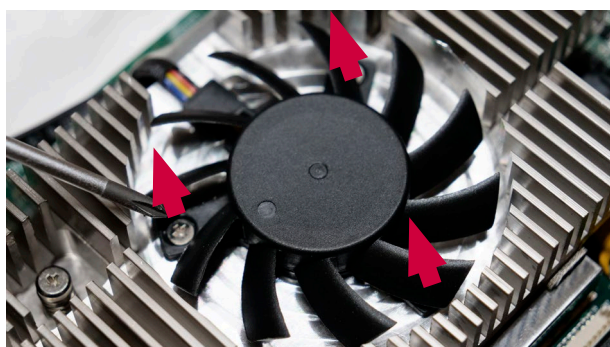

Bild 24 Ta bort skruvarna från fläkten
b) Lossa de tre skruvarna som håller fläkten på plats (bild 24)
f) Sätt dit de tre skruvarna som håller fast VDI-kortet (se bild 24) och dra åt dem (till högst 0,3 Nm)